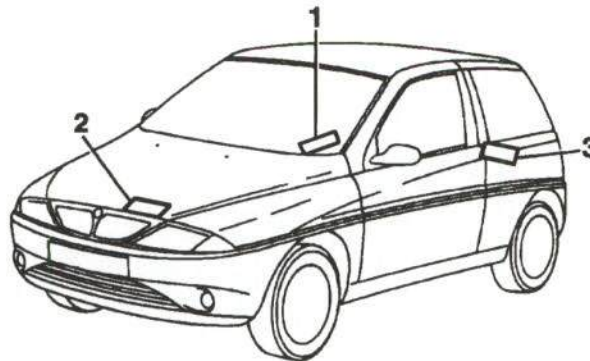

Figura 1.- Situación de las placas de identificación del vehículo
La situación de estas placas se refleja en la figura 1.
• El número de bastidor se encuentra troquelado en el piso habitáculo, en el centro del hueco de puerta derecho (figura 1).
• La placa del constructor se encuentra situada ligeramente en la parte izquierda del frente (figura 1).